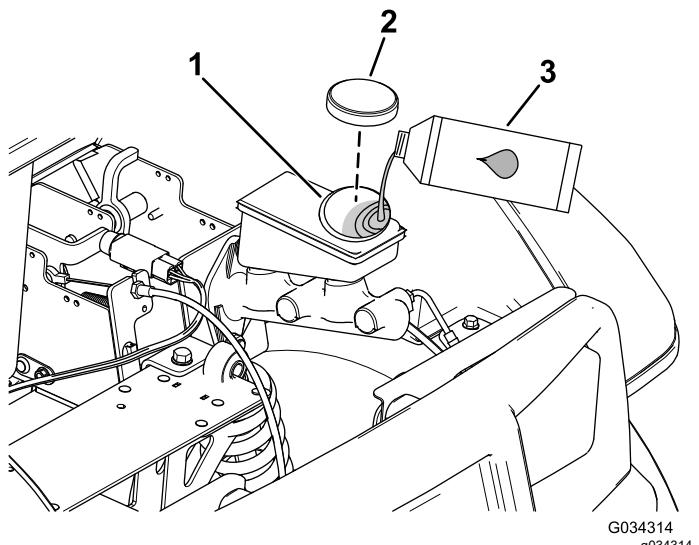

図 50
2. フードを持ち上げてブレーキのマスターシリンダとブレーキ液タンクにアクセスできるようにする 図 50。
- A. ウエスでタンクのキャップの周囲をきれいに拭いてキャップ外す 図 50。
- C. タンクにキヤップを取り付ける図 50。